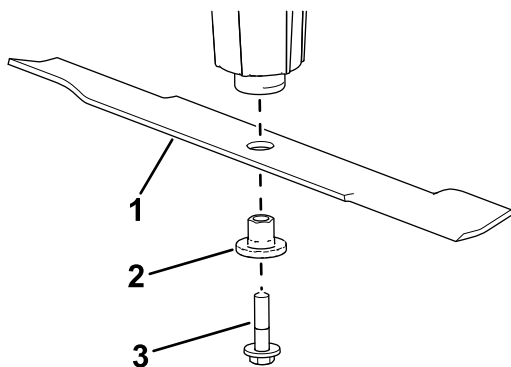

Bild 24
4. Entfernen Sie die Messerschraube, Buchse und das Messer von der Spindelwelle (Bild 24).